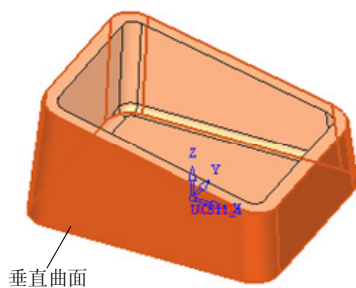

图 5-147 选择垂直曲面 (1)
- 在“几何”框中单击“垂直曲面”按钮，选择如图 5-147 所示的曲面为垂直曲面，然后单击鼠标中键确定，返回“侧刃铣控制面板”对话框。